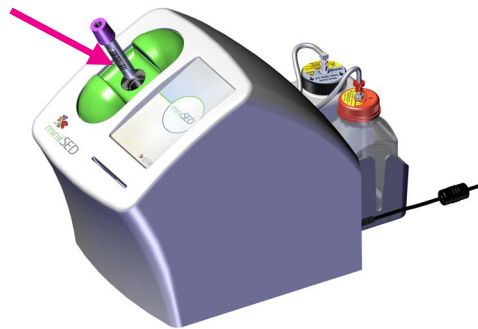

Abbildung 12
1. Legen Sie das geschlossene primäre Röhrchen mit dem Barcode nach unten wie angegeben in die Probenhalterung des Analysegeräts (Abbildung 12).